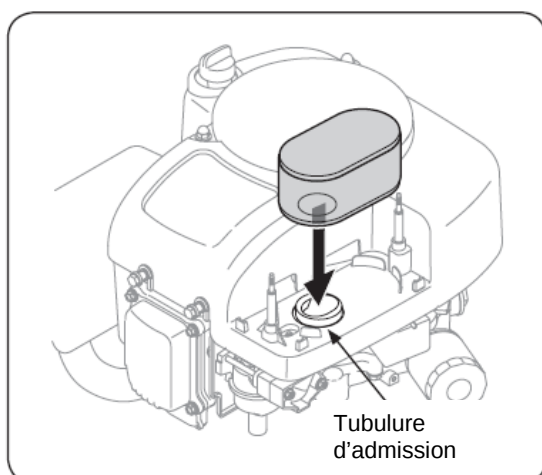

Figure 6-7
5. Attachez le filtre à air neuf avec l'élément en mousse, alignant le trou dans le filtre à air avec la tubulure d'admission. Consultez la Fig. 6-7.